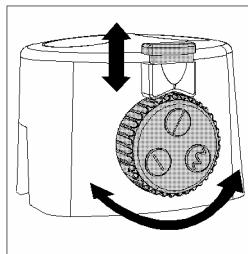

Bild 5
- 1 Ziehen Sie die Verriegelung am Schneidekopf nach oben (Bild 5).
- 2 Drehen Sie den Auswahlknopf, bis sich das Symbol des gewünschten Schnittbilds unterhalb der Verriegelung befindet (Bild 5).
- 3 Drücken Sie die Verriegelung am Schneidekopf nach unten (Bild 5).